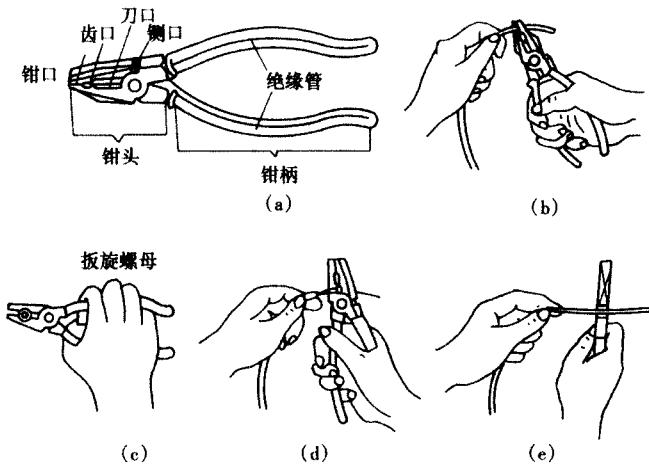

图 1-2 钢丝钳的构造及用途
(1) 使用方法。用大拇指扣住一个钳柄，用食指、中指、无名指钩住另一钳柄外侧，用小指段住该钳柄口的内侧，伸屈手指，控制其动作。同时，钳头的刀口应朝自己。图 1-2 (a) 为钢丝钳的构造；图 1-2 (b) 是利用钳口来弯绞或钳夹导线线头的操作；图 1-2 (c) 是紧固或起松螺母的操作；图 1-2 (d) 是刀口用来剪切导线和剖削软导线绝缘层的操作；图 1-2 (e) 是侧口用来侧切钢丝或导线线芯的操作。